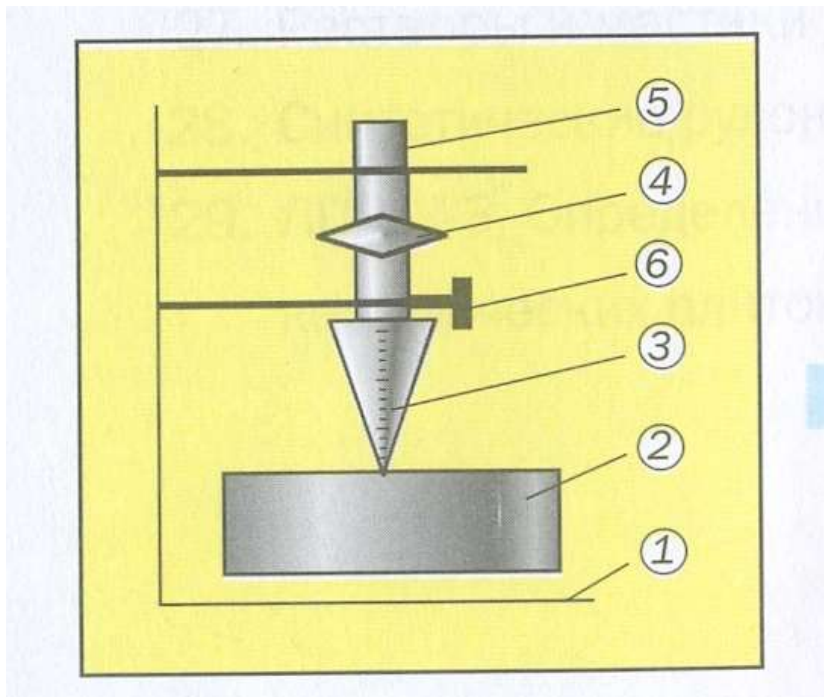

Рис. 1
8. Ведро со смесью поместите под конус (рис.1). Острие конуса подведите до соприкосновения с раствором. Допустим, стрелка остановилась на делении 3, винт прибора опустите, и конус погружается в раствор. Если стрелка прибора остановилась на делении 10,5 см, то глубина погружения конуса в раствор составит  $10,5 - 3 = 7,5$  см, подвижность равна 7,5 см.